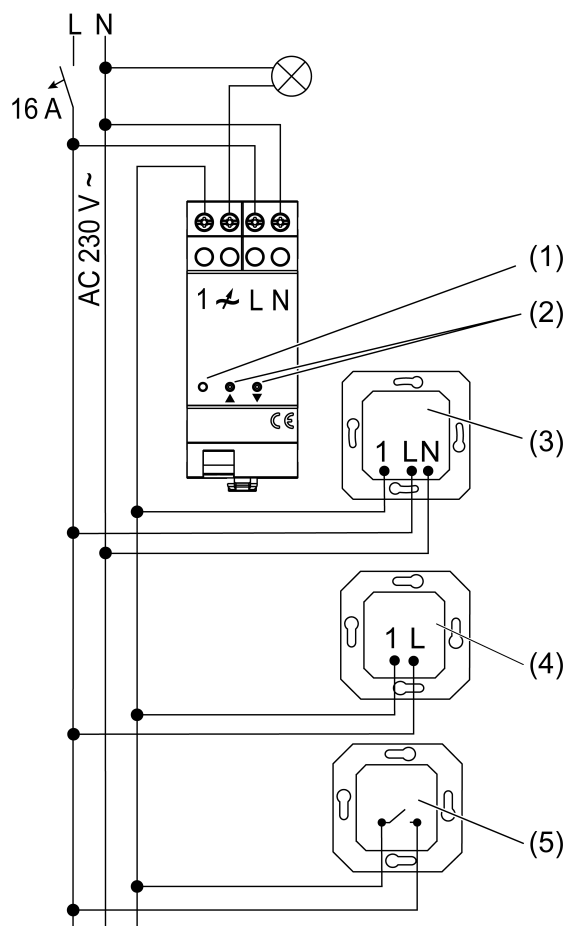

Imagen 4: Plano de conexión
- Mantener pulsada ambas teclas ▲ y ▼ (2) durante más de 10 segundos, hasta que se encienda el LED (1) (Imagen 4).
- Soltar ambas teclas ▲ y ▼ (2).